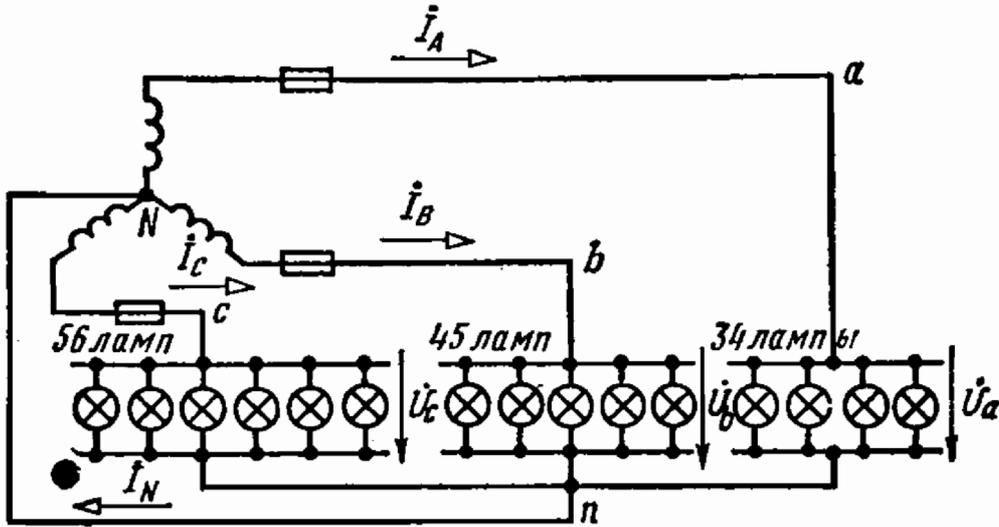

Рис. 6.8
6.8. К трехфазному трансформатору с фазным напряжением $U_\phi = 127$ В подключены три группы ламп, соединенные по схеме рис. 6.8. Номинальное напряжение и мощность каждой лампы $U_n = 127$ В, $P_n = 200$ Вт.